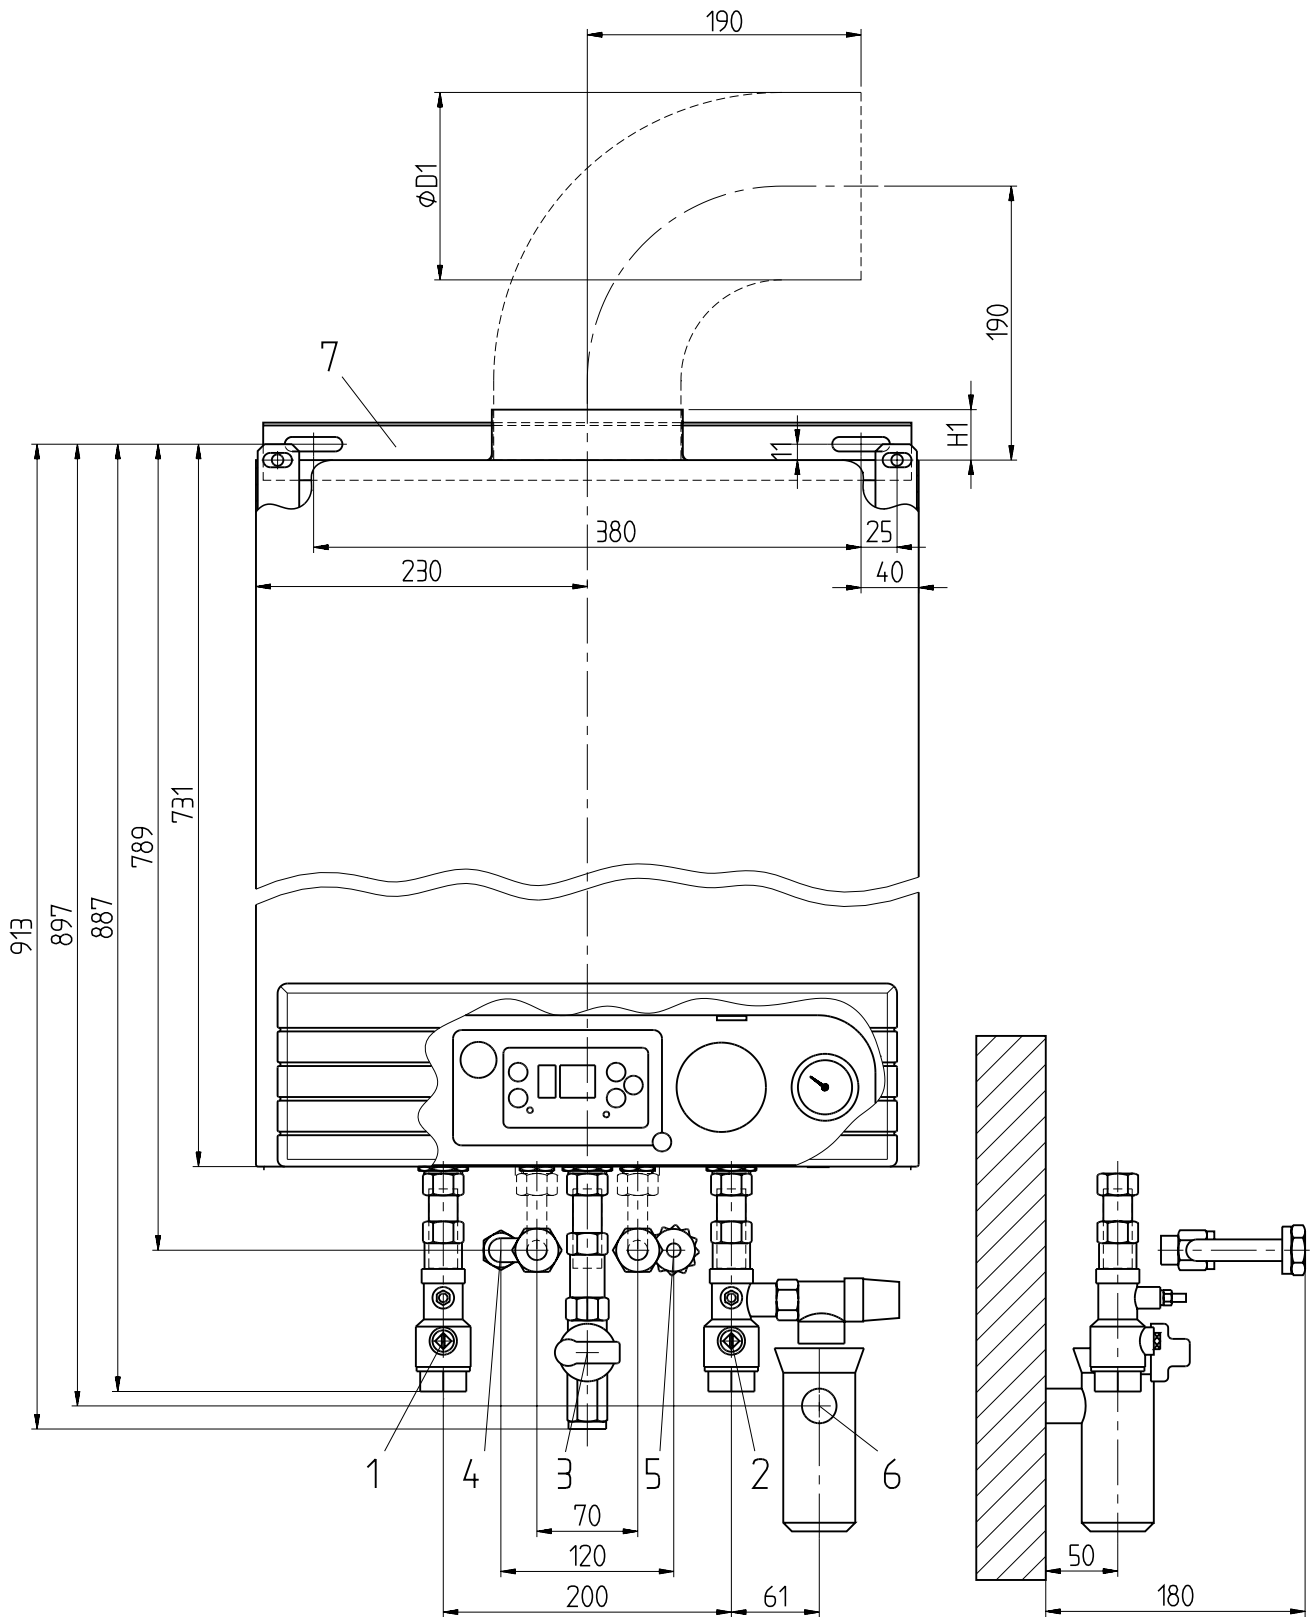
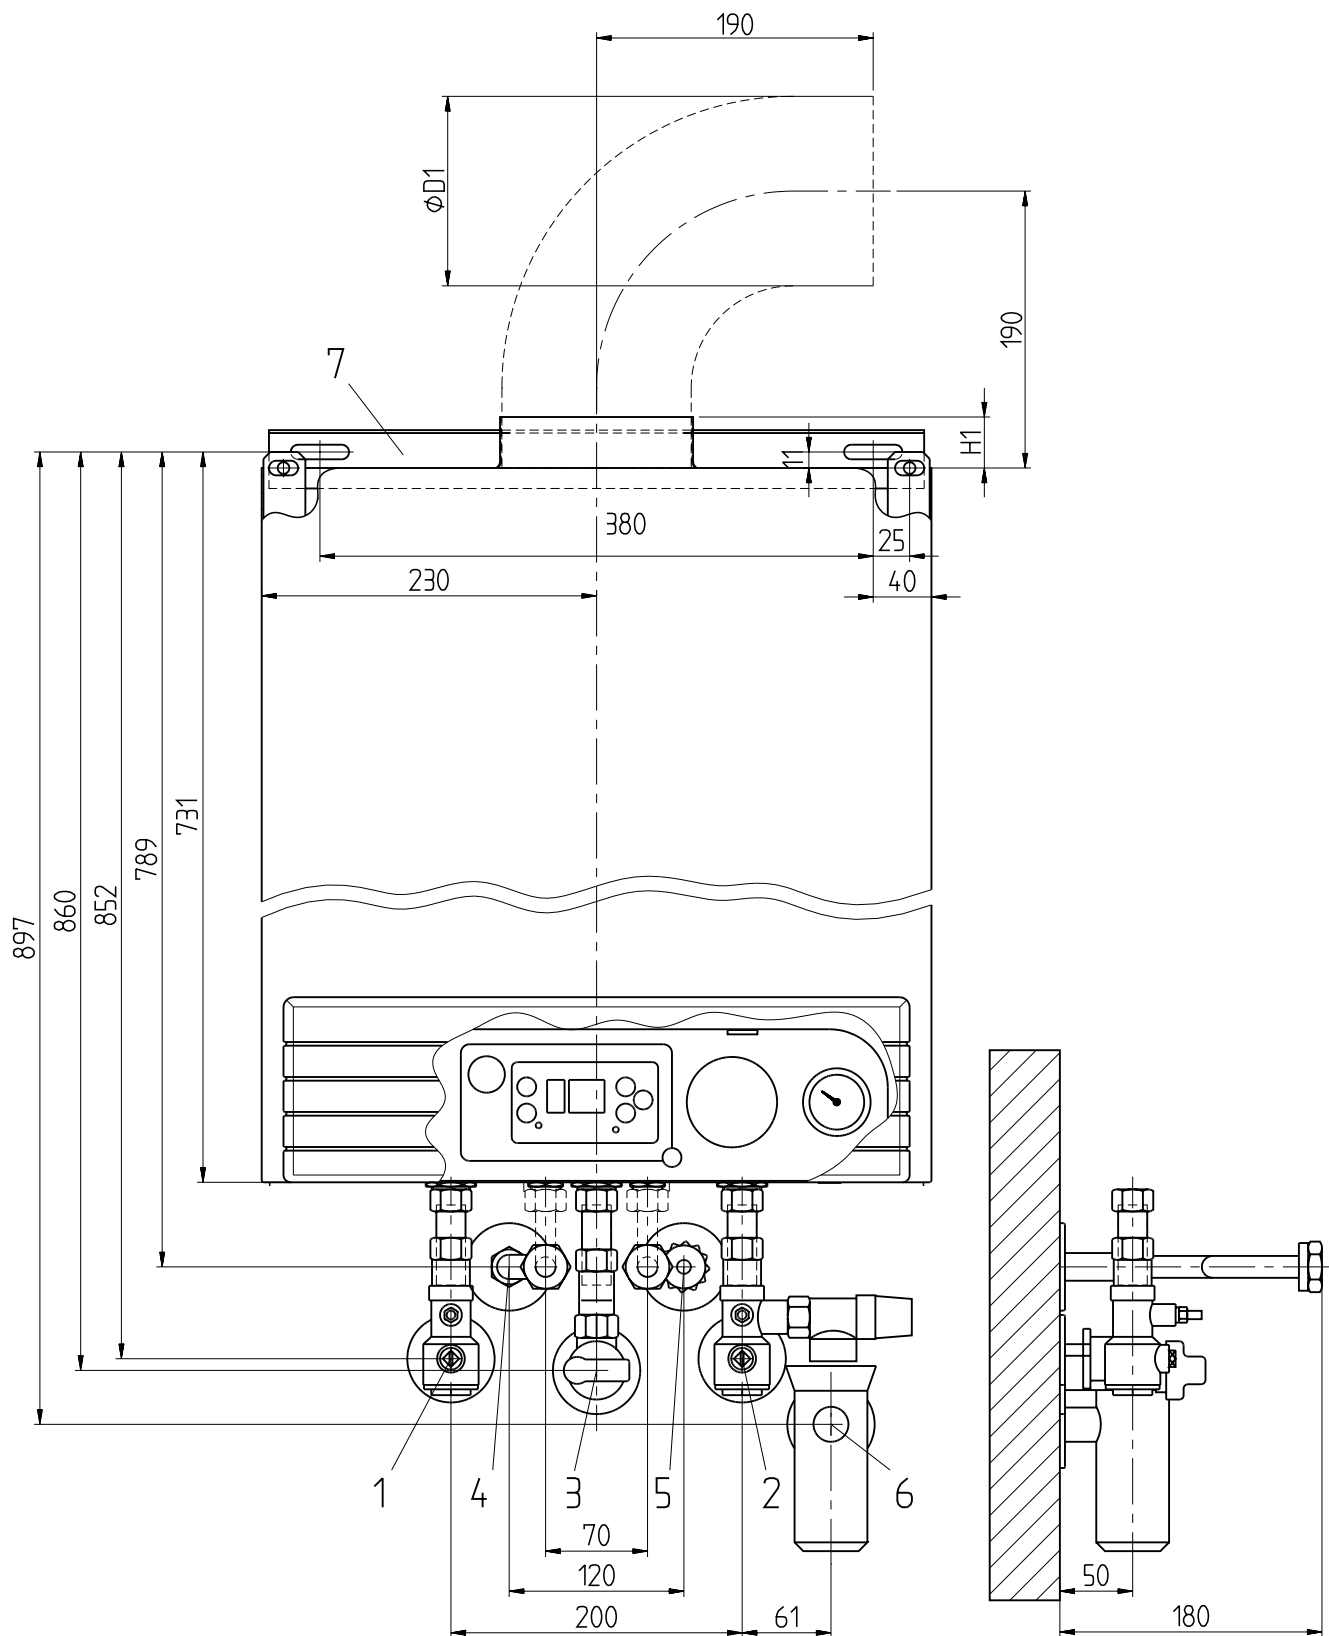

Abb. 4.5
Abb. 4.6
- Bei der Installation der Rohrleitungen und des Rapido-Anschlußzubehöres beachten Sie die Maße in Abb. 4.5 bzw. Abb. 4.6.
- Montieren Sie die Montageschiene entsprechend der Maße in Abb. 4.5 bzw. Abb. 4.6 an die Wand.